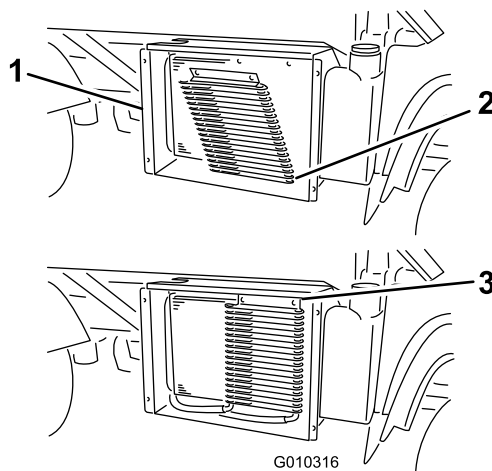

Figure 58
3. Le cas échéant, tournez les verrous et faites pivoter le refroidisseur d'huile pour l'éloigner du radiateur (Figure 58).